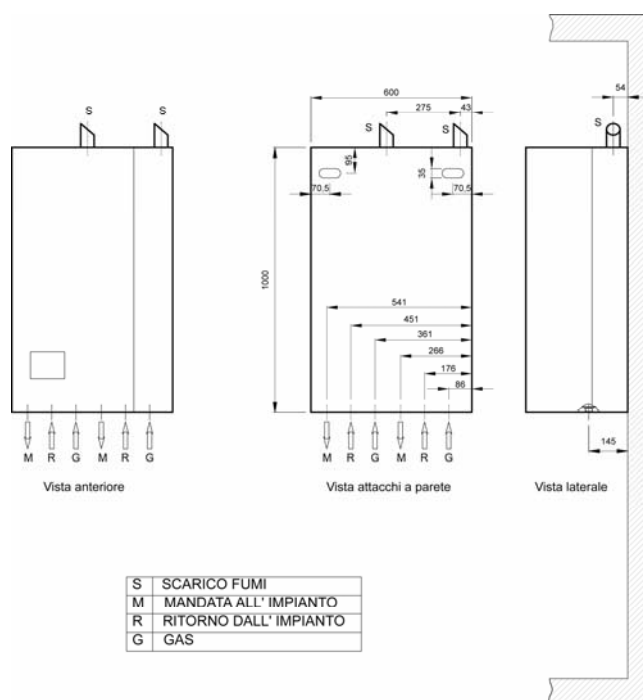

Figura 7: posizionamento a parete della caldaia.
La caldaia deve essere fissata su una solida parete in muratura mediante i ganci forniti con l'apparecchio che troverete all'interno dell'imballo. La posizione dei ganci per un esatto posizionamento della caldaia può essere determinata utilizzando la staffa metallica presente nell'imballo (vedi Figura 5). Più in particolare, utilizzare i 4 tasselli in dotazione (2 per lato) per fissare la piastra di aggancio della caldaia alla parete (vedi Figura 7). La caldaia presenta posteriormente le asole in cui far passare i ganci presenti sulla piastra. L'altezza della caldaia va scelta in modo da rendere la sua parte superiore non raggiungibile con le mani.
Nella Figura 7 a pagina 7 sono riportate le posizioni relative degli allacci idraulici e tipologia degli stessi nel caso di una Futura 52. Le misure degli attacchi sono le seguenti:
- Gas** 3/4" (G in Figura 7)
- Mandata** 1" (M in Figura 7)
- Ritorno** 1" (R in Figura 7)